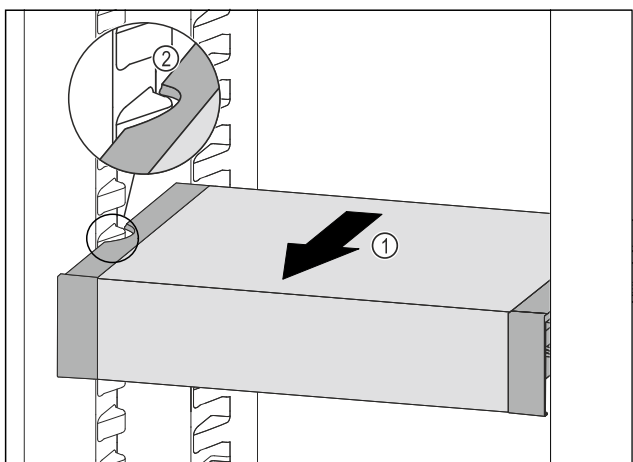

Fig. 142
- VarioSafe ťahajte dopredu Fig. 142 (1), kým sa bočné vybrania VarioSafe nebudú nachádzať vo výške rebra nádoby v chladničke. Fig. 142 (2)